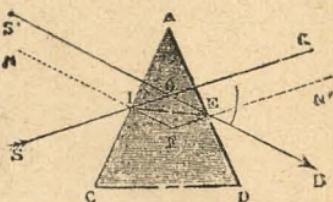

Fig. 129.—Refracción al través de un prisma.
**7. Desviación del rayo.**—Sea *SI* un rayo incidente (fig. 129) que cae sobre la cara *CA*. Se refracta en *I*, acercándose á la normal *NF* al entrar en el prisma, y toma la dirección *IE*. Cuando sale al aire en *E*, se aleja de la normal *N'F* y toma la dirección *EB*. El ángulo *KOB* es el *ángulo de desviación*.